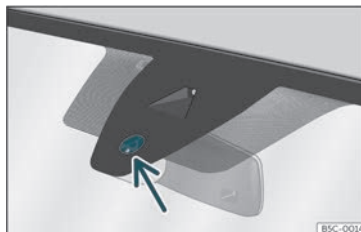

Fig. 96 Superfície sensível do sensor de chuva.
As possíveis causas de anomalias e interpretações errôneas na zona da superfície sensível»» **Fig. 96** do sensor de chuva são, entre outras:
- Limpe regularmente a superfície sensível do sensor de chuva»» Fig. 96 (seta) e verifique possíveis danos nas escovas.